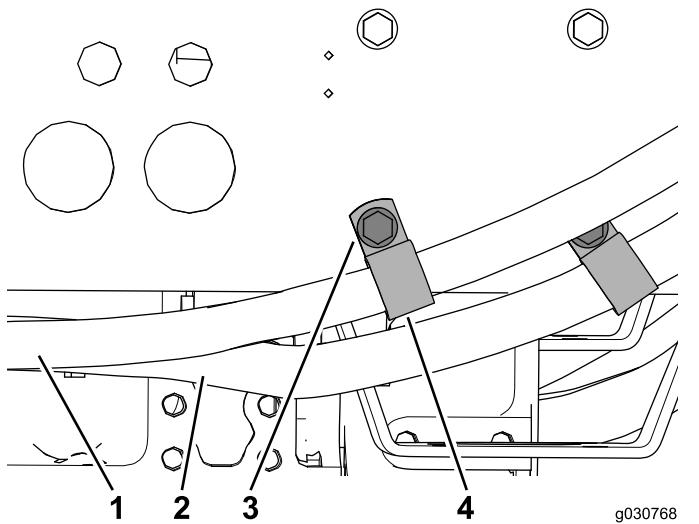

Bild 42
5. Bringen Sie eine R-Klemme um jeden Klimaanlagenschlauch an und befestigen Sie sie mit den zwei vorhandenen Schrauben am Maschinenrahmen (Bild 42).